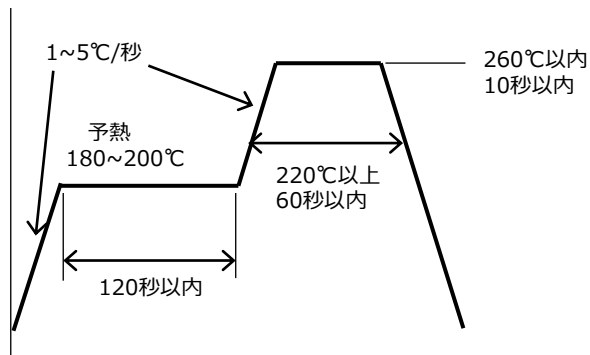

図9. リフロー推奨条件
- ①リフローによるはんだ付けは、2回までとしてください。
- ②リフロープロファイルは図9の条件を参考に、ご使用になるはんだペーストの推奨条件に合わせてください。
- ③ピーク温度からの冷却温度勾配は、急冷却を避けてください。
- ④大気リフローの場合、リフロー時の熱や雰囲気の影響により、光学的劣化を起こすことがあります。リフローに際しては、窒素リフローを推奨します。